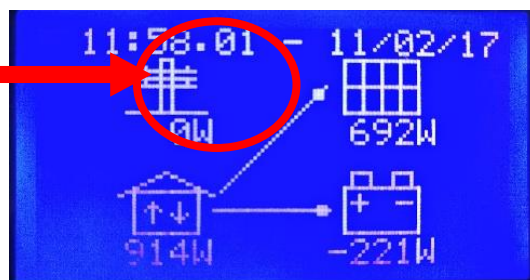

Figura 68 - Verifica n.2
- Attendere che sotto l'icona del PANNELLO compaia una potenza e verificare che: **in qualche minuto la potenza visualizzata sotto il TRALICCIO sia uguale a 0 W**, come mostrato nella foto seguente (Figura 68, Verifica n.2).